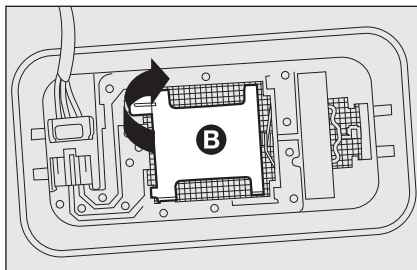

fig. 26
- ☐ ouvrir le couvercle **B-fig. 26** comme indiqué ;